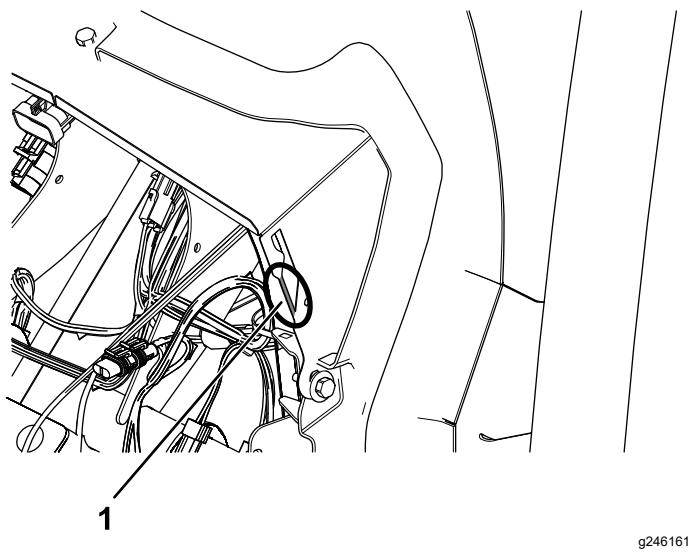

Bild 41
3. Entfernen Sie die Versandlasche mit einer Dossenschnippemaschine von jeder Seite der Wasserrinne (Bild 41).